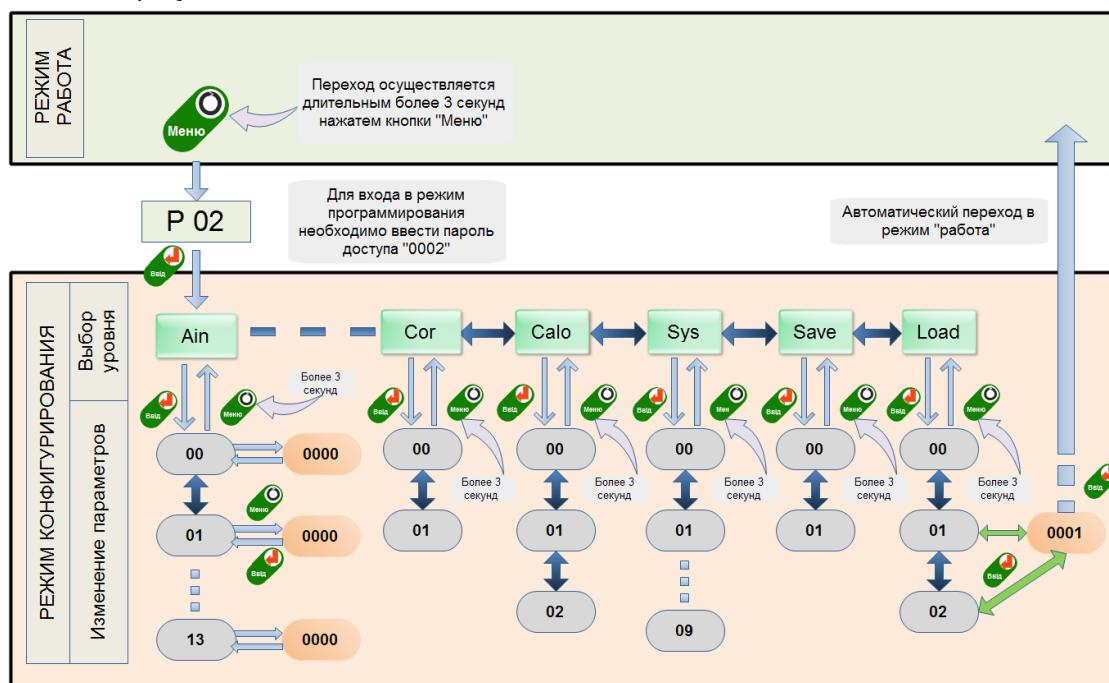

Рисунок 4.2 - Диаграмма уровней режима конфигурации и настроек
- Параметры, используемые в индикаторе ИТМ-16, сгруппированы в уровни и представлены на диаграмме – см. рисунок 4.2.
В дальнейшем по тексту руководства идет ссылка на параметр в виде XXXX.УУ (например SAVE.00), где XXXX – название УРОВНЯ, а УУ – номер пункта меню (смотри рисунок 4.2).